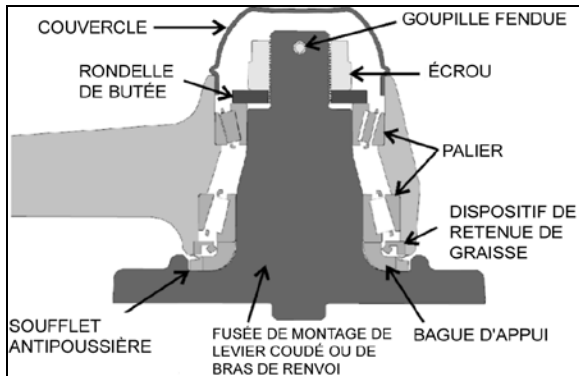

FIGURE 16 : MOYEU DU LEVIER COUDÉ OU DU BRAS DE RENVOI
2. Déposer le couvercle (Figure 16).
3. Enlever la goupille fendue, l'écrou et la rondelle de butée. Enlever les paliers, la pièce de retenue de graisse, la bague d'appui et le levier coudé ou le bras de renvoi de sa fusée de montage (Figure 16).
Poser la pièce de retenue de graisse conformément à Figure 16. La graisse doit pouvoir quitter le mécanisme du levier coudé ou du bras de renvoi. Pour la pose de la pièce de retenue de graisse, utiliser l'outil Prevost n° 110683.